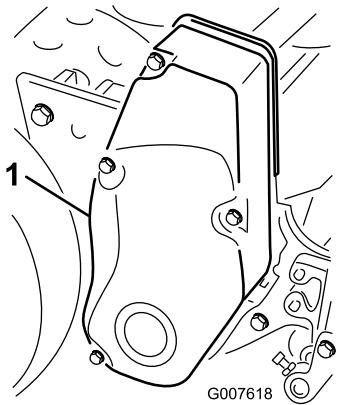

Figura 28
1. Retire a cobertura dos parafusos de montagem da correia e a cobertura da correia (Figura 28).